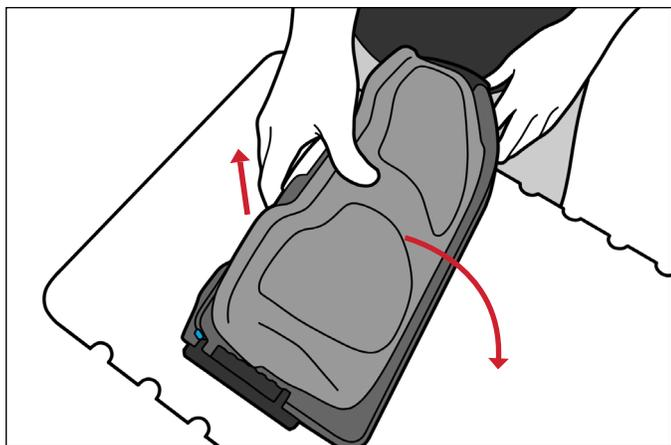

図15
2. フットサポートの角度を調整します。足の後部にある白いトリガーを握り、目的の角度まで傾けます。(図15)